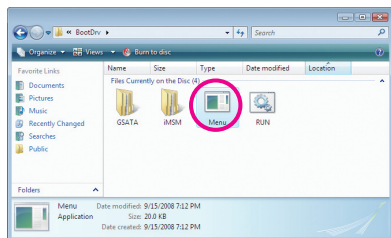
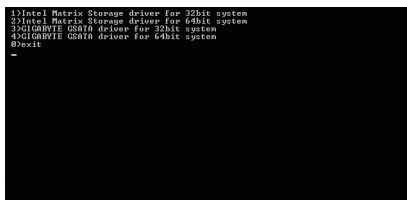

図 3
図 4
2. 光学ドライブフォルダから、BootDrvフォルダの Menu.exeファイルをダブルクリックします(図 3)。図 4 のようなコマンドプロンプトウィンドウが開きます。
3. 空のフォーマット済みディスクを挿入します。メニューから対応する文字を押すことでコントローラドライバを選択し、<Enter>を押します。例えば、図4でメニューから、